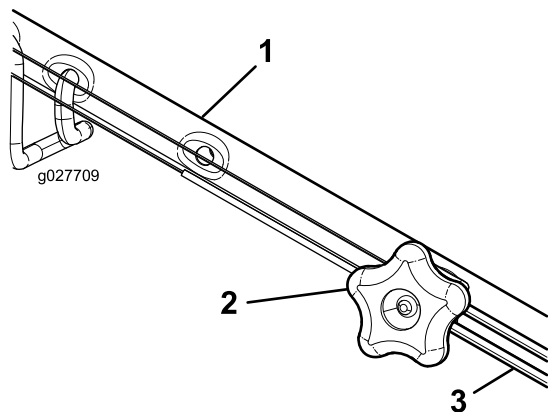

Рисунок 38
1. Поверните ручку регулировки против часовой стрелки, чтобы ослабить затяжку троса (Рисунок 38).
2. Отрегулируйте натяжение троса (Рисунок 38), потянув его назад или вперед, затем удерживайте в этом положении.